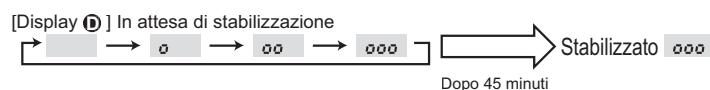

Fig. 8-3
- ③ Premere il tasto **FILTER** (tasto **↔**) per confermare l'impostazione. (Fig. 8-3)